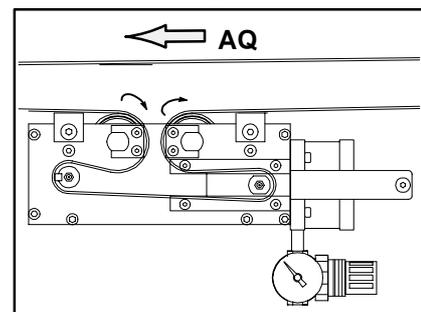

Figure 18: Schéma de défilement de la bande
Pour les procédures suivantes, reportez-vous au schéma de défilement de la bande, figure 18, au sens de déroulement de la bande (AQ) et des figures précédentes.